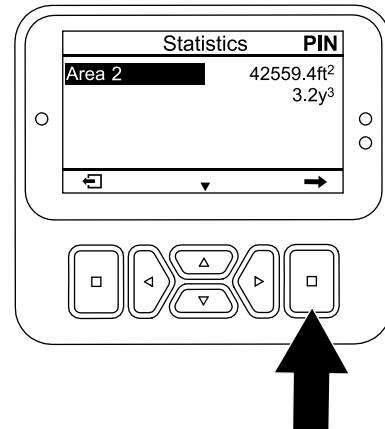

図 100
2. 統計画面で、領域 2オプションが選択されるまで下ボタンを押す (図 100)。